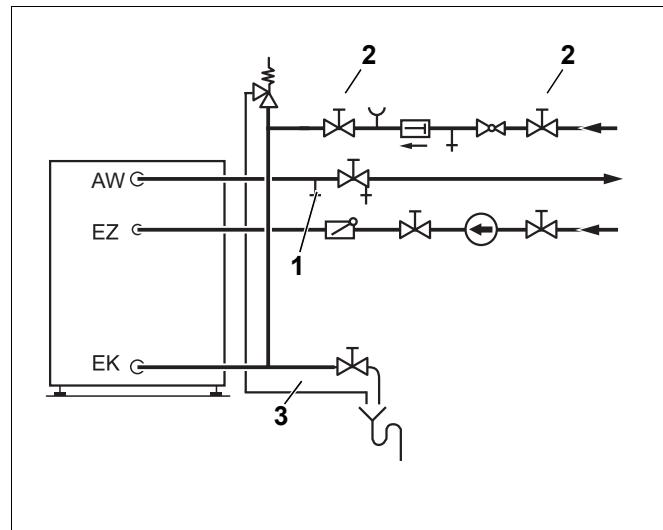

Рис. 9 Монтаж по DIN 1988 (принципиальная схема)
- Для удаления воздуха из бака-водонагревателя открыть вентиль продувки и выпуска воздуха (рис. 9, **поз. 1**) или наиболее высоко расположенный водоразборный кран.
- Для заполнения бака открыть запорный вентиль на входе холодной воды ЕК (рис. 9, **поз. 2**).
- Перед нагревом проверить заполнение водой отопительного котла, бака-водонагревателя и трубопроводов. Для этого открыть вентиль для продувки и выпуска воздуха (рис. 9, **поз. 1**).
- Держите постоянно открытym дренажный трубопровод предохранительного клапана (рис. 9, стр. 13).
- Дренажная линия предохранительного клапана (рис. 9, стр. 13) должна быть постоянно открытой.